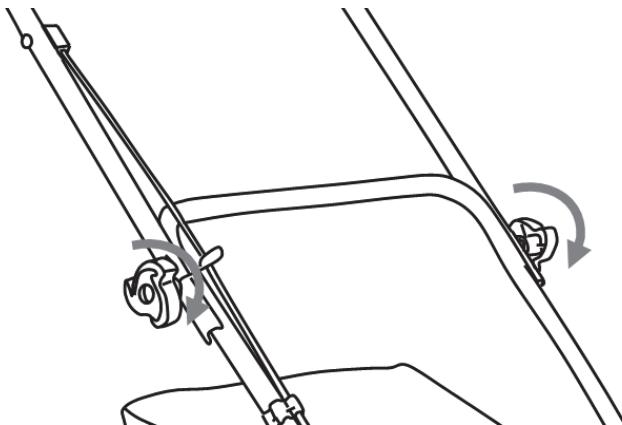

Fig.2
- ◆ Assemblare il manico superiore a quello inferiore come da fig.2.